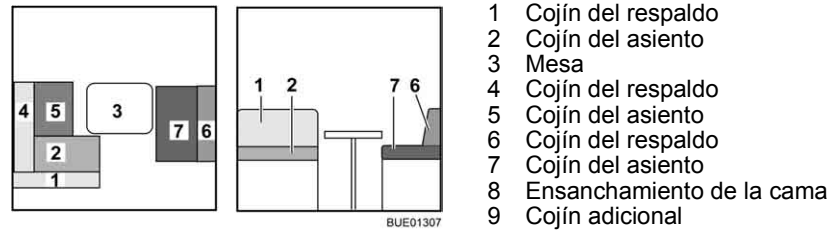

Fig. 144 Antes de la transformación
- Transformar la mesa (Fig. 144,3) en base de cama (véase apartado 6.11).
- Quitar el cojín del respaldo (Fig. 144,1) y ponerlo a un lado.